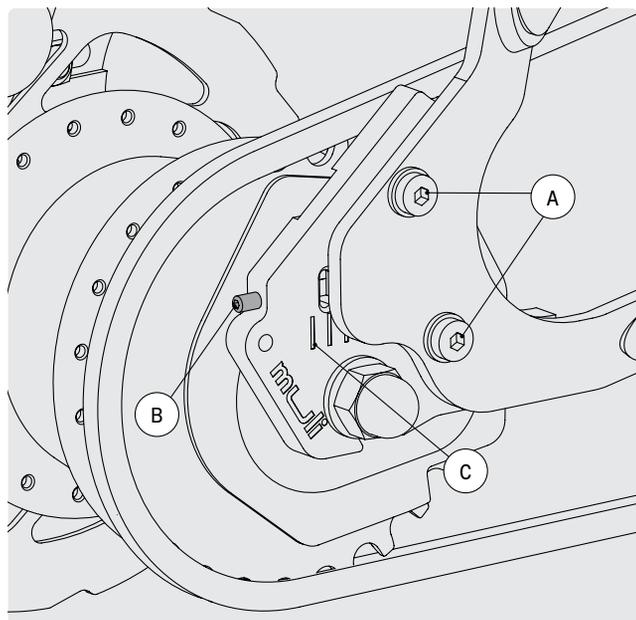

FIG. 48
- 1 Afloje los dos tornillos Allen M6 A situados en el soporte del extremo en horquilla usando una llave hexagonal de 5 mm (fig. 48).